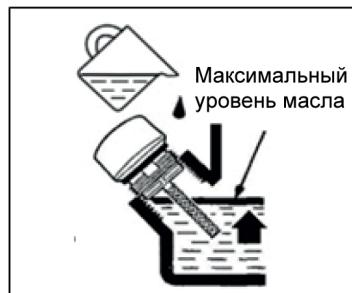

Рис. 9
3. Через маслозаливную горловину залейте моторное масло в картер двигателя до уровня нижней кромки маслозаливной горловины (Рис. 9).